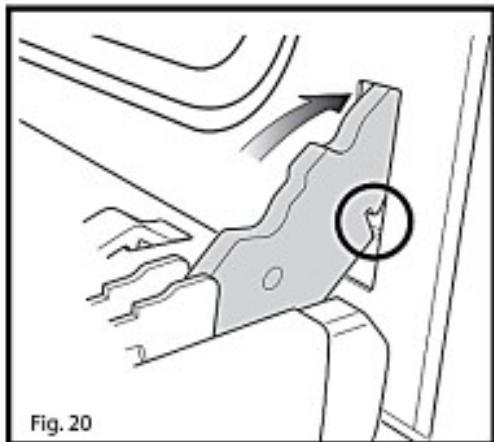

Fig. 20
- Откройте дверцу до конца (Рисунок 20).